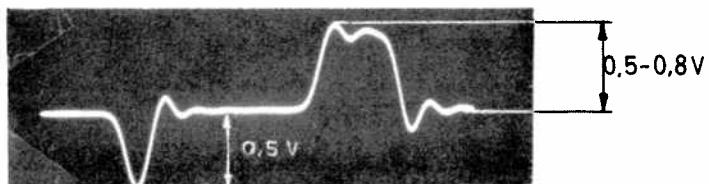

Bild 8
3.4.6.2 Anslut oscillogenet till mätjacken TP201 INPUT på övre synkseparatoren. Kontrollera att en pulsbild enligt bild 8 erhålls.